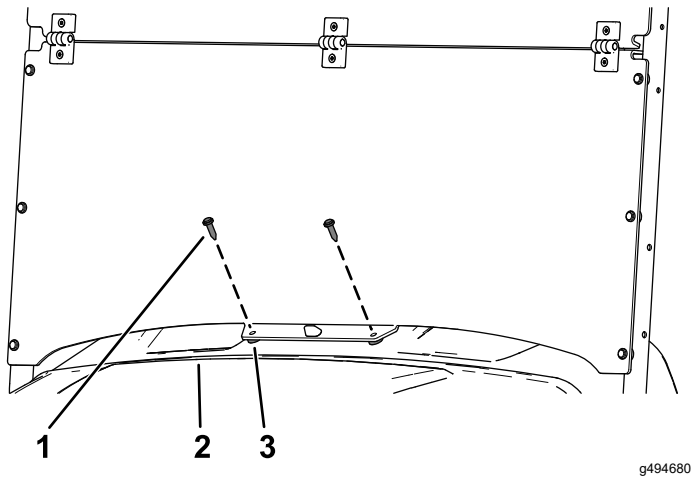

Bild 10
6. Sichern Sie das untere Teil der Windschutzscheibe mit 2 Kunststoff-Distanzstücken und 2 langen Kunststoffnieten am Armaturenbrett (Bild 10).